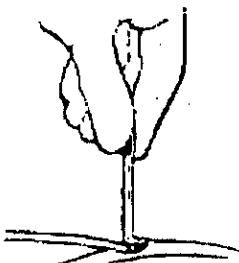

Figura 5. Utilización del elevador de vena
1. Inserte el extremo curvo del elevador de vena en la incisión de la vena y empuje despacio la extremidad del cable por debajo y hacia adentro de la vena (Figura 5). El elevador de vena facilita la introducción del cable.